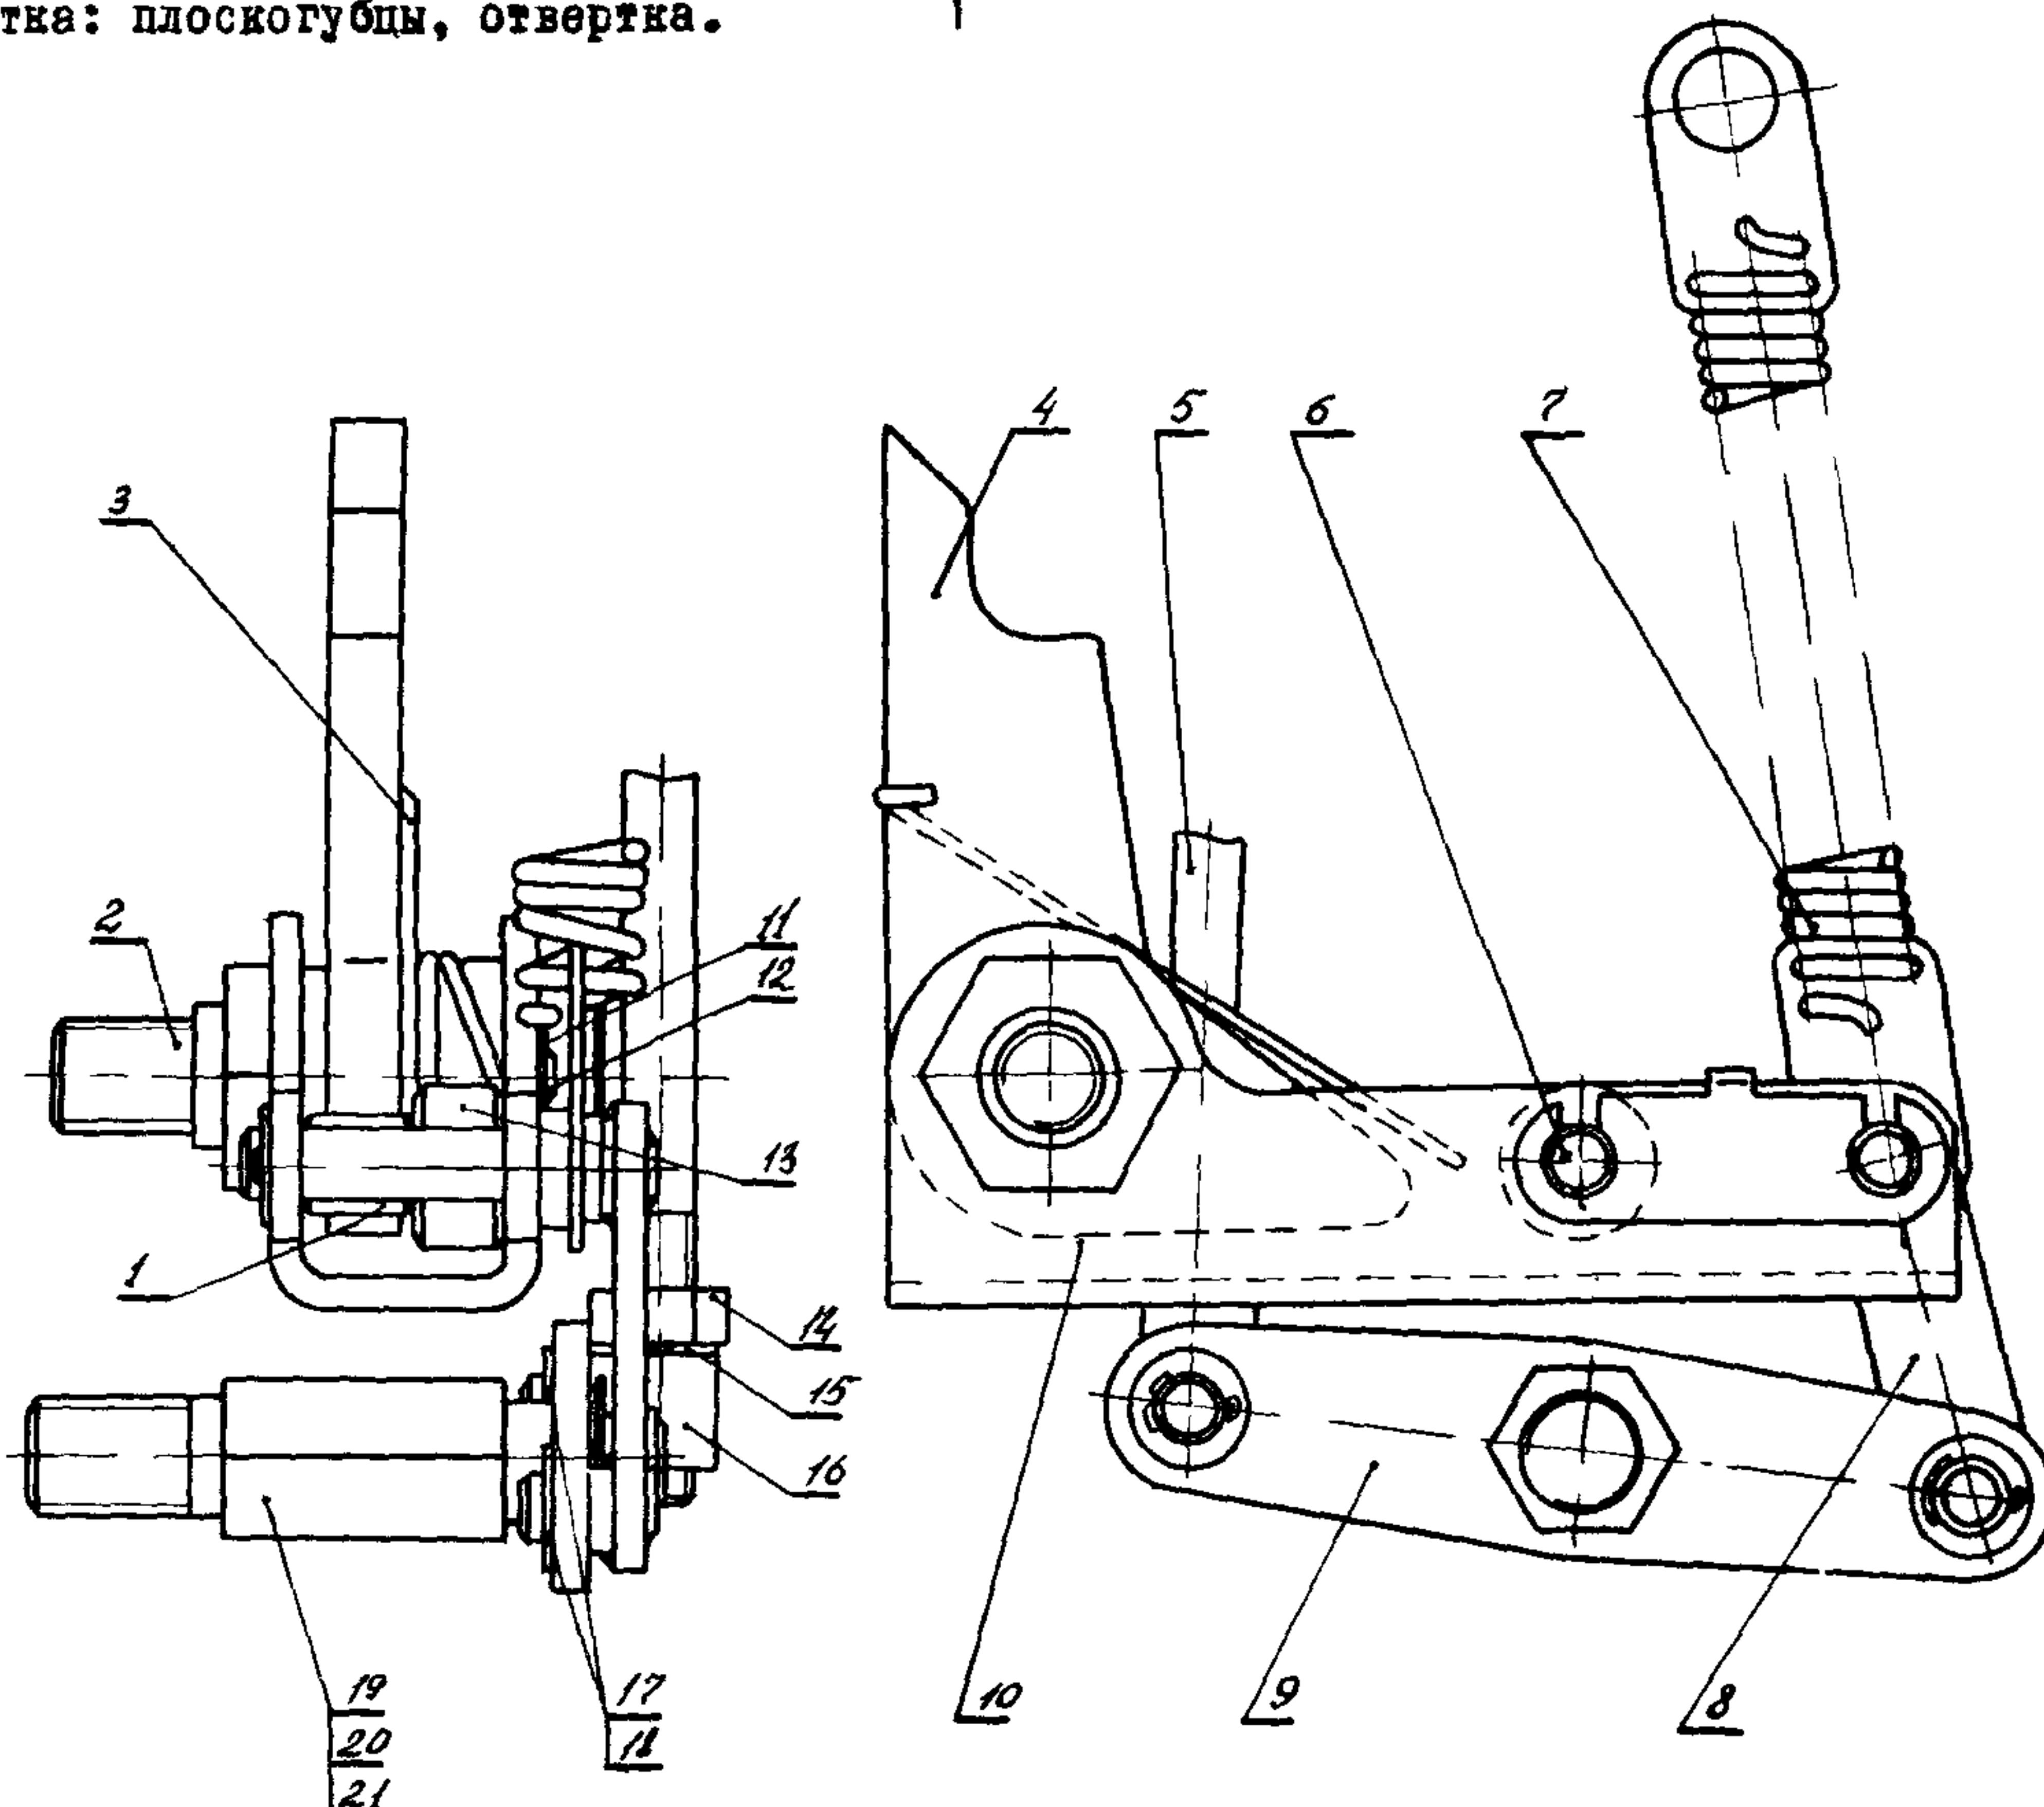
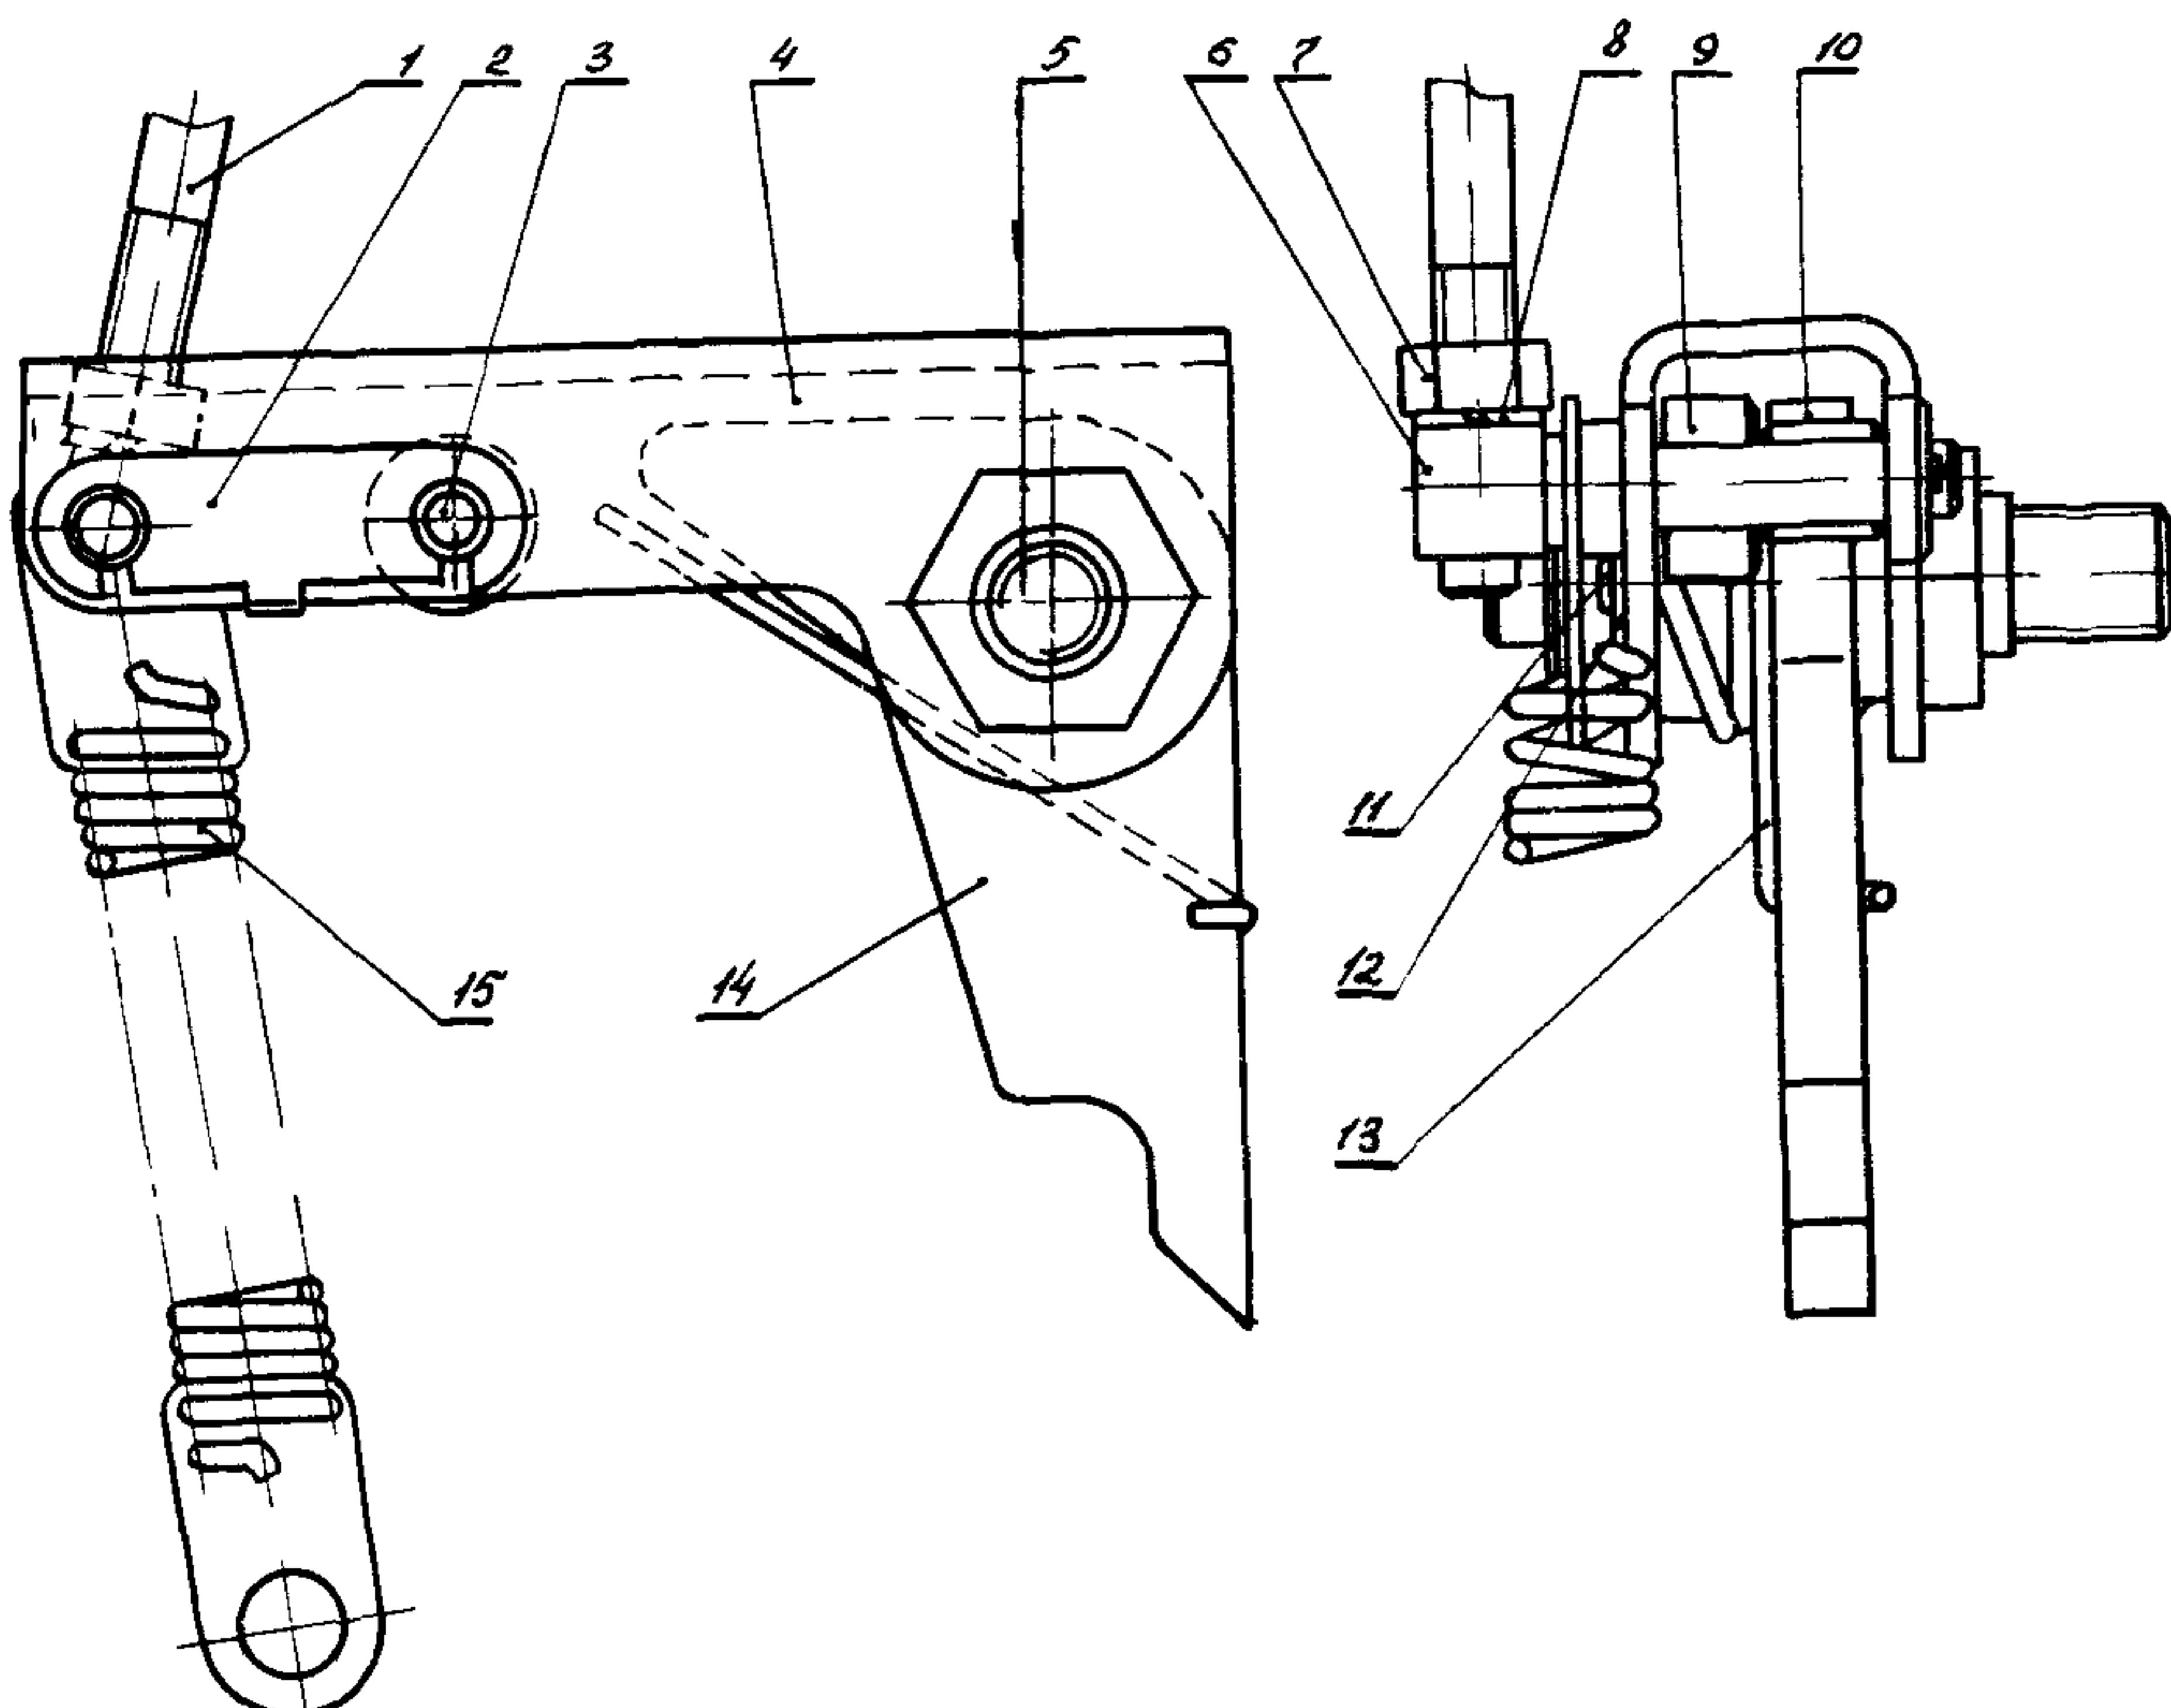

Рис.24. Запорное устройство включения:
Рис.25. Запорное устройство отключения:
I8.I. Расшплинтовать и снять с оси 2 запорного устройства включения (рис.24) пружину 15(рис.25).
I8.3. Расшплинтовать и снять с оси 5 узел запорного устройства отключения (см. рис.25).
I8.4. Расшплинтовать и снять с осей 2 и 19 (рис.24) узел устройства включения с рычагом 9, тягой 5 и пружиной 7.
I8.6. Осмотреть детали узлов и проверить, нет ли на собачках 4 (см.рис.24) и 14 (см.рис.25) и роликах 13 (см.рис.24), 9 и 10 (см.рис.25) задиров, сколов, вмятин и трещин; на пружинах 3 (см.рис.24), 13 (см. рис.25) трещин; заеданий и затираний при вращении роликов; перемещения деталей относительно осей.
18.7. Проверить состояние (отсутствие задиров) осей 2,19 (см.рис.24) и 5 (см.рис. 25), их крепление в раме (подтянуть гайки).
18.8. Надеть на оси 2 и 19 (см.рис.24) узел запорного устройства включения с рычагом 9 и защипнитовать, предварительно смазав все трущиеся детали смазкой ЦИАТИМ-203 (ЦИАТИМ-221).
18.9. Надеть на ось 5 (см.рис.25) узел запорного устройства отключения и защипинтовать, предварительно смазав все трущиеся детали смазкой ШАТИМ-203 (ШАТИМ-221).
I8.II. Установить пружину I5 (см.рис.25) запорного устройства отключения на ось 2 (см.рис.24) запорного устройства включения и защипнуть.